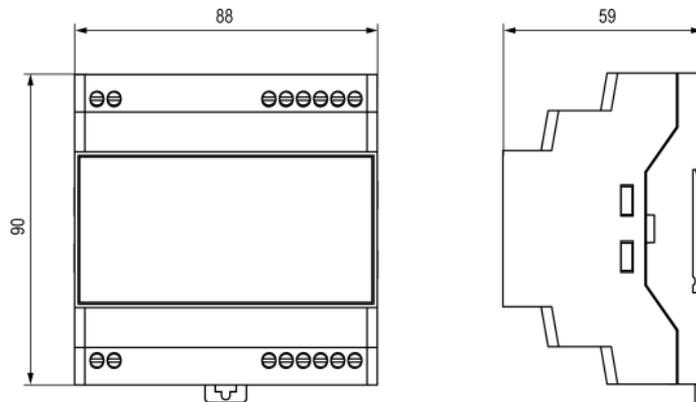

Рисунок 4.11 – Габаритные размеры корпуса Д
1. Подготовить место на DIN-рейке для установки прибора с учетом размеров корпуса (см. *рисунок 4.11*).